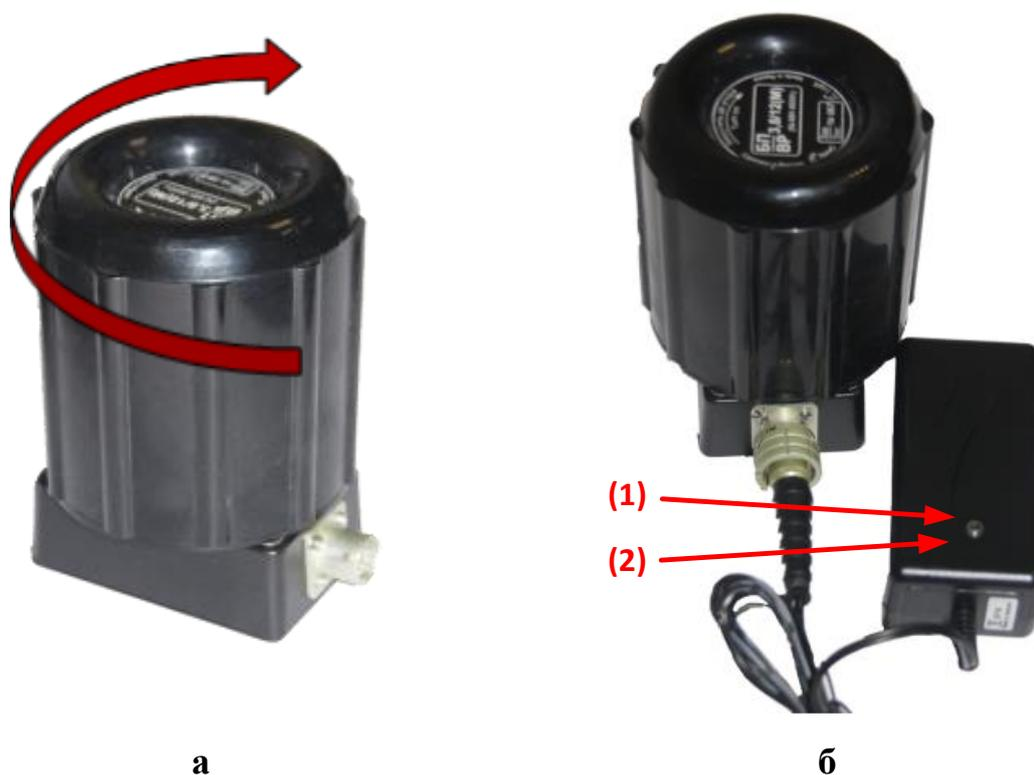

Рис. 3.19 - Зарядка БП-3,8/12(М)
- а) подключить БП 3,8/12И к устройству контактному (УК), вращая его по часовой стрелке (Рис. 3.19, а);
- в) подключить ЗУ к УК (Рис. 3.19, б) и удостовериться, что на панели ЗУ включился красный индикатор **(1)**;